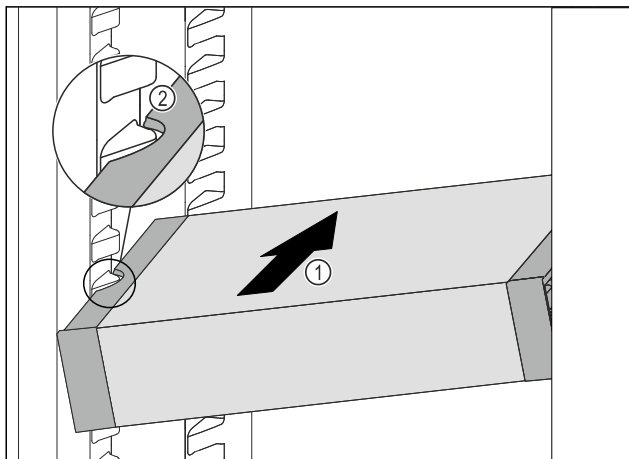

Fig. 136
- Împingeți VarioSafe oblic în frigider Fig. 136 (1), până când degajările laterale Fig. 136 (2) ale VarioSafese află la înălțimea nervurii recipientului din frigider.